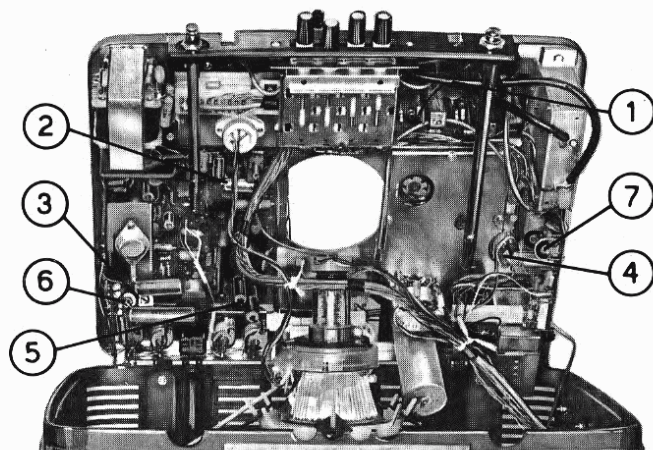

Fig. 8 - Vista superiore telaio
- Portare in frequenza il quadro agendo sulla bobina dell'oscillatore a 15.625 Hz (bobina L 502 - fig. 8).
scopio RAI ed agire per la migliore focalizzazione dell'immagine sul potenziometro R 739 (fig. 8).